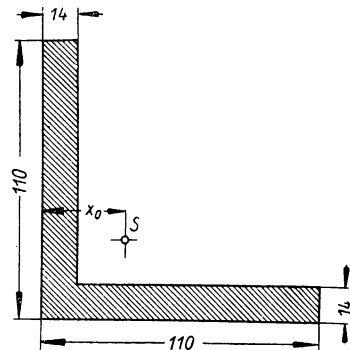

Bild 203
**329.** Für den Winkelstahlquerschnitt (Bild 203) soll der Schwerpunktsabstand  $x_0$  zeichnerisch mittels Kraft- und Seilecks bestimmt und das Ergebnis durch Rechnung nachgeprüft werden.